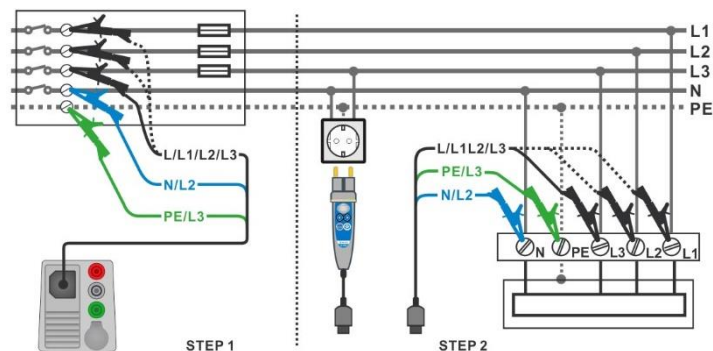

Abbildung 7.128: AUTO TT Messung
- Schließen Sie den 3-Leiter Prüfadapter oder den Commander Prüfstecker am Prüfling an, siehe **Abbildung 7.128**.